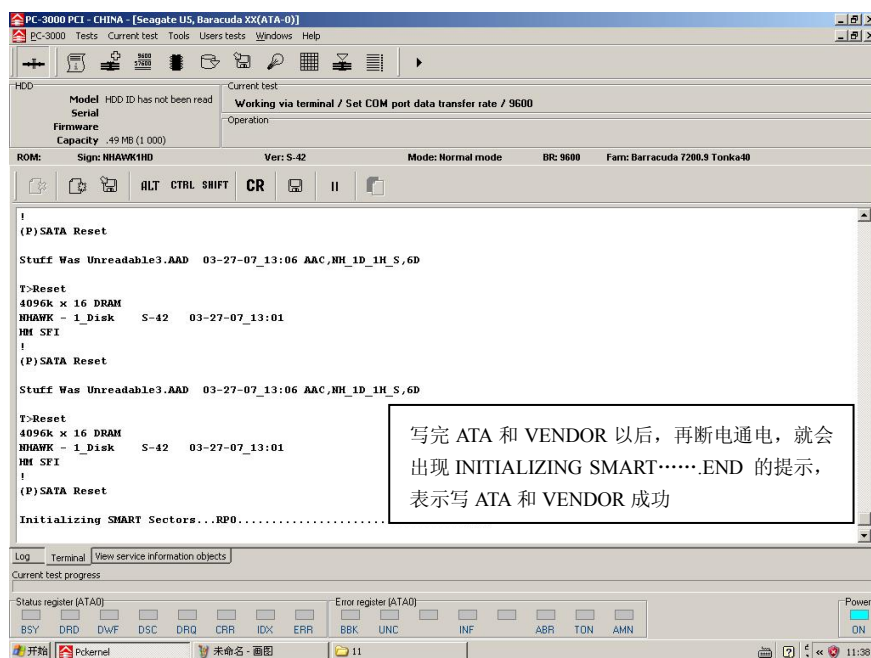

图 7-77 写 ATA 和 VENDOR 成功
(5) 表示写 ATA 和 VENDOR 成功, 如图 7-77 所示。